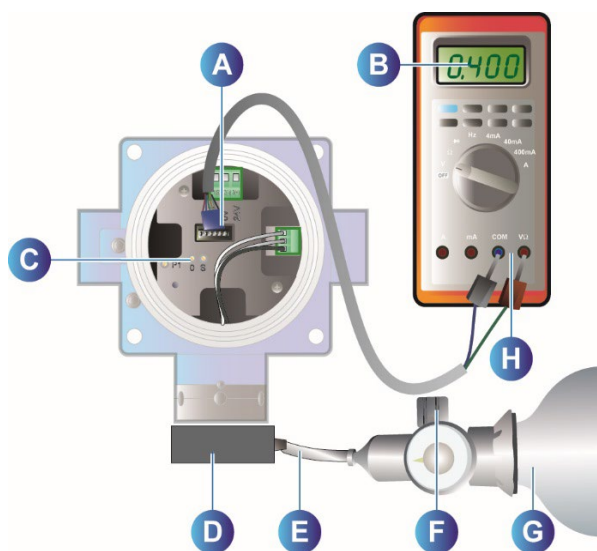

Figure 13 : réglage du zéro (OLCT 100).
2. Insérer les fiches vertes et bleues du cordon de mesure respectivement dans les bornes + et – du multimètre (Figure 13, rep. H).